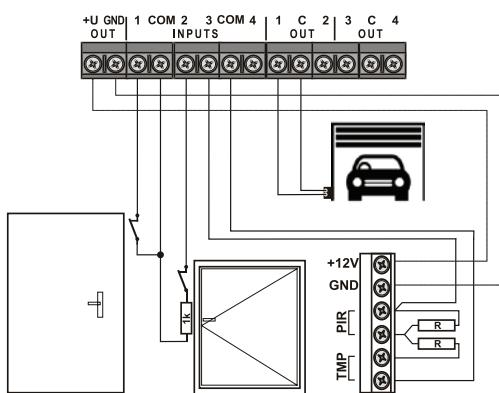

Рисунок 1: Пример проводного соединения
**ВХОДЫ (INPUTS 1 – 4):** Входы служат в качестве проводных соединений для проводных зон, т.е. для соединения в несбалансированном режиме, режиме с одинарной балансировкой, двойной балансировкой или в режиме ролика *Roller* (в соответствии с рис.1). Способ соединения может различаться для каждого входа (каждый вход имеет индивидуальную настройку, а также значения балансных резисторов). Настоятельно рекомендуется использовать балансные резисторы с 10% допуском. Выводы COM и GND соединены между собой.